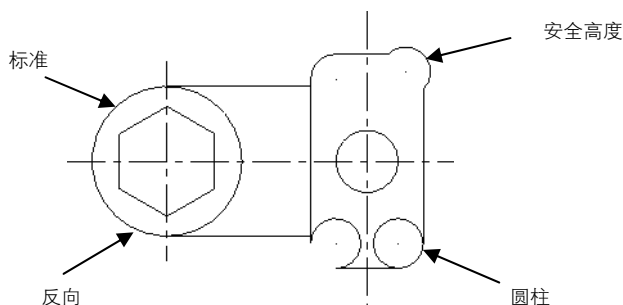

图 3-145 倒圆角的 4 种方式
-  常规: 用于选择倒圆角的方式, 共 4 种: 标准、反向、圆柱和安全高度, 如图 3-145 所示。